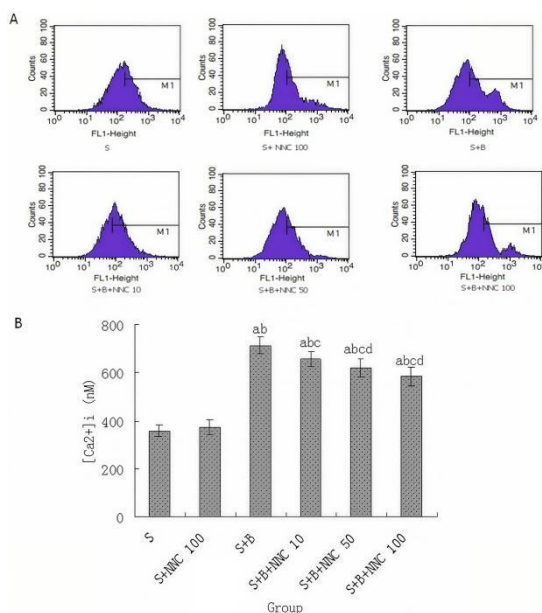

图 2.布比卡因诱导 SH-SY5Y 细胞损伤时，流式细胞仪检测胞质钙离子浓度 $[Ca^{2+}]_i$ 的变化规律
- 图 2 对照组（S 组）和仅用 NNC 100 mM 预处理组（S+NNC 100 组）： $[Ca^{2+}]_i$ 分别为 358 ± 25 nM、 372 ± 32 nM，两组无显著差异；布比卡因处理组（S+B 组，1 mM 布比卡因）： $[Ca^{2+}]_i$ 显著升高至 715 ± 35 nM，远高于对照组；NNC 预处理+布比卡因组： $[Ca^{2+}]_i$ 随 NNC 浓度升高逐渐降低，10 mM、50 mM、100 mM NNC 组分别为 657 ± 29 nM、 619 ± 37 nM、 585 ± 39 nM；50 mM 与 100 mM NNC 组无显著差异，提示保护作用达平台期。